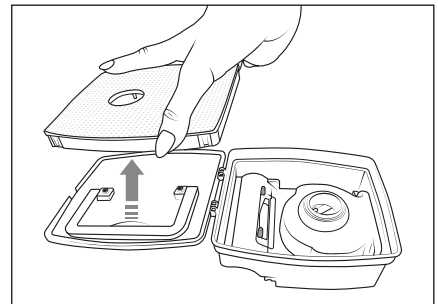

Abb. 9
- 4) Ziehen Sie den EPA-Filter **7** vom Deckel des Staubbehälters **12** ab (siehe Abb. 9).